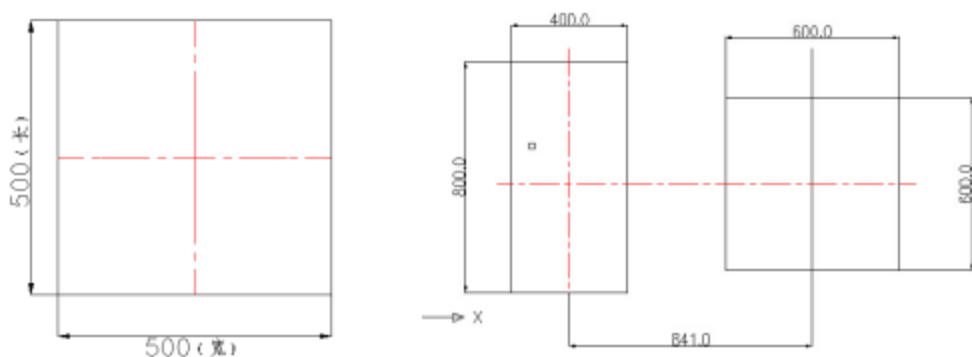
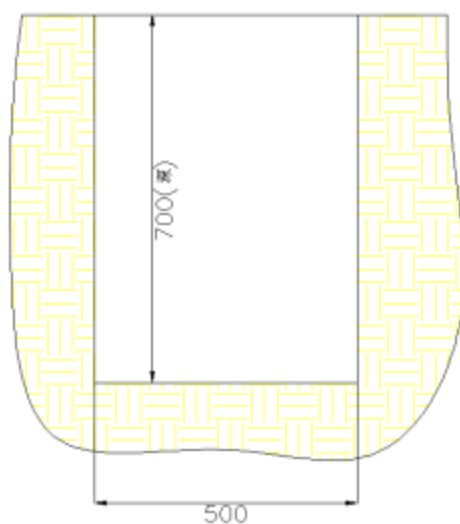

图2
图3
2) 按照混凝土基坑分布图（如图2），挖混凝土基坑，混凝土基坑的尺寸为500mm×500mm×700mm和400mm×800mm×650mm(长×宽×深)，如图3。（注：安装器材各支撑立柱混凝土基坑处置不应为上大下小的形状。）